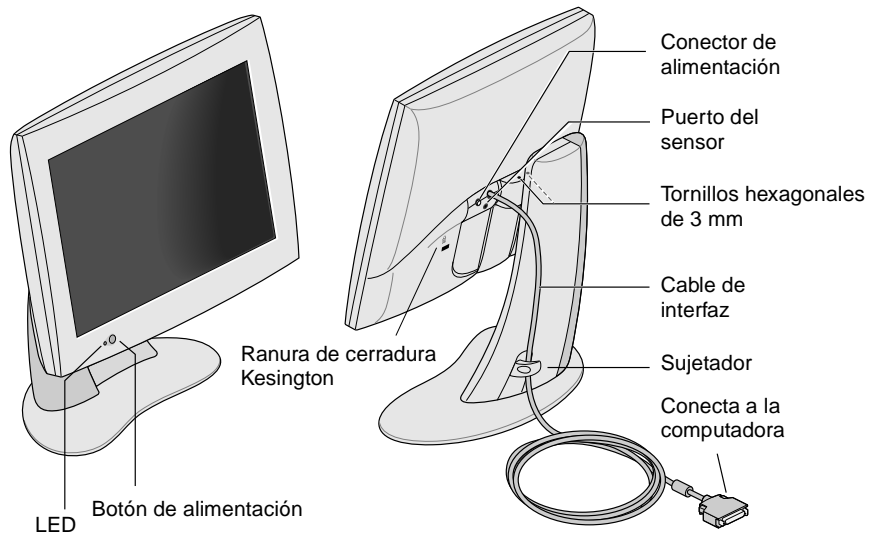

Figura 1-1 Vista frontal y posterior del monitor plano.
Observe la Figura 1-1 para familiarizarse con las características del monitor.
2. Conecte el cable de la interfaz del monitor plano que se muestra en la Figura 1-1 al conector apropiado en su computadora (consulte la documentación de su computadora).
3. Oculte el cable de la interfaz detrás del sujetador en la base del monitor, como se muestra en la Figura 1-1.
Para encender el monitor, presione el botón de encendido que se encuentra en la parte frontal. Véase la Figura 1-1 para obtener la ubicación del botón de encendido. Una vez que el sistema suministra las señales al monitor plano, el indicador LED que se encuentra cerca del botón de alimentación cambia a verde.
Para apagar el monitor, presione el botón de encendido ubicado en el lado frontal del monitor. Véase la Figura 1-1. SGI recomienda apagar el monitor cada vez que se aparte por más de dos horas del monitor. Esto puede aumentar considerablemente la vida útil de las lámparas de la contraluz del monitor plano.
El monitor plano está equipado con un puerto de detección, el cual es un conector de 3,5 mm (1/8 de pulgada) ubicado un poco más abajo y entre el conector de corriente y el cable de la interfaz. Véase la Figura 1-1.